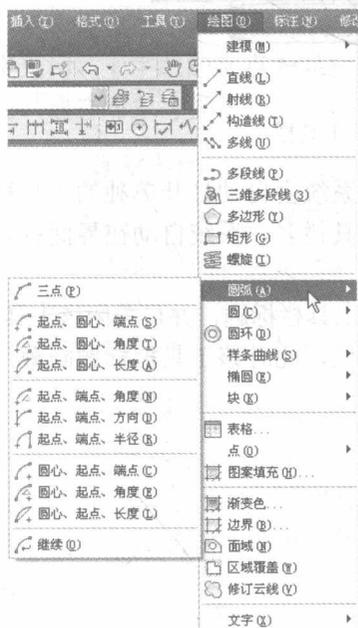

图 1-2 带有子菜单的菜单命令
- ① 带有小三角形的菜单命令。这种类型的命令后面带有子菜单。例如，选择菜单栏中的“绘图”→“圆弧”命令，屏幕上就会下拉出“圆弧”子菜单中所包含的命令，如图 1-2 所示。